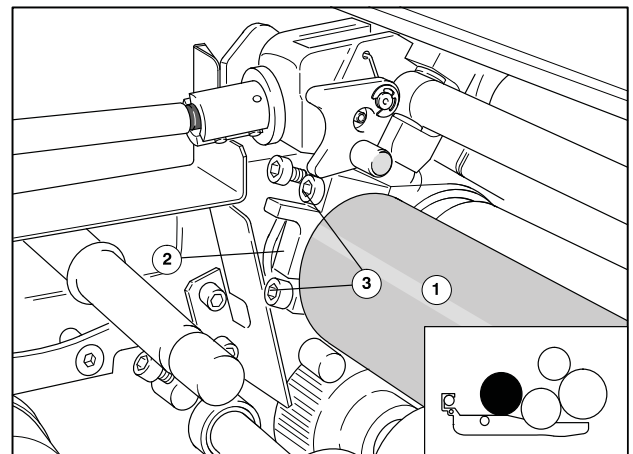

図17 湿しローラ(ゴム)の取り付け
- ① 湿し装置の上のガードを開きます。
- ② ボールベアリング付きの湿しローラ(図17/①)を、駆動側と操作側の軸受けに差し込みます。
- ③ 軸受けキャップ(図17/②)を、ローラのシャフトにかぶせます。このとき、駆動側と操作側に正しいキャップが取り付けられていることを確認してください。
- ④ 2本のホルセットネジ(図17/③)を締めて、軸受けに軸受けキャップを固定します。
- ⑤ 反対側についても同じ作業をします。
- ⑥ 湿し装置の上のガードを閉じます。